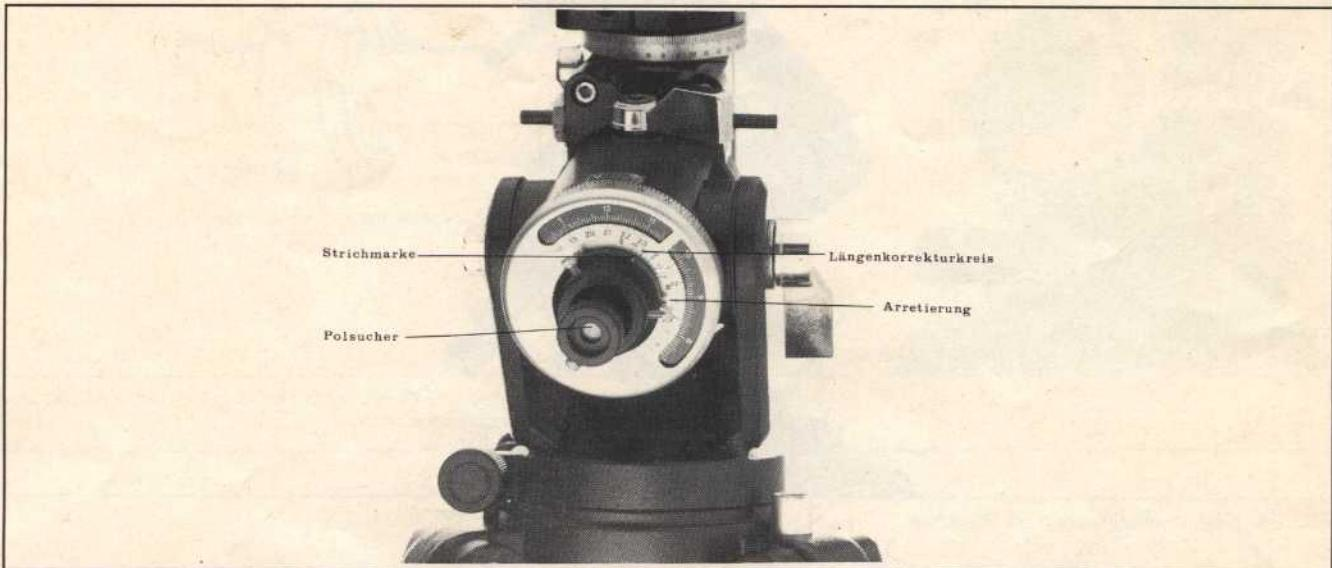

Abb. 35: Einstellung der 0-Uhr-Marke
f) **Typ I:** Setzen Sie, falls nicht schon vorhanden, den Polsucher in die Polachse ein. Drehen Sie die gesamte Polsucherhalterung bis die Strichmarke genau gegenüber der 0-Uhr-Marke des Uhrzeitkreises liegt. Dann ziehen Sie die drei Imbusschrauben fest an (Abb. 35).